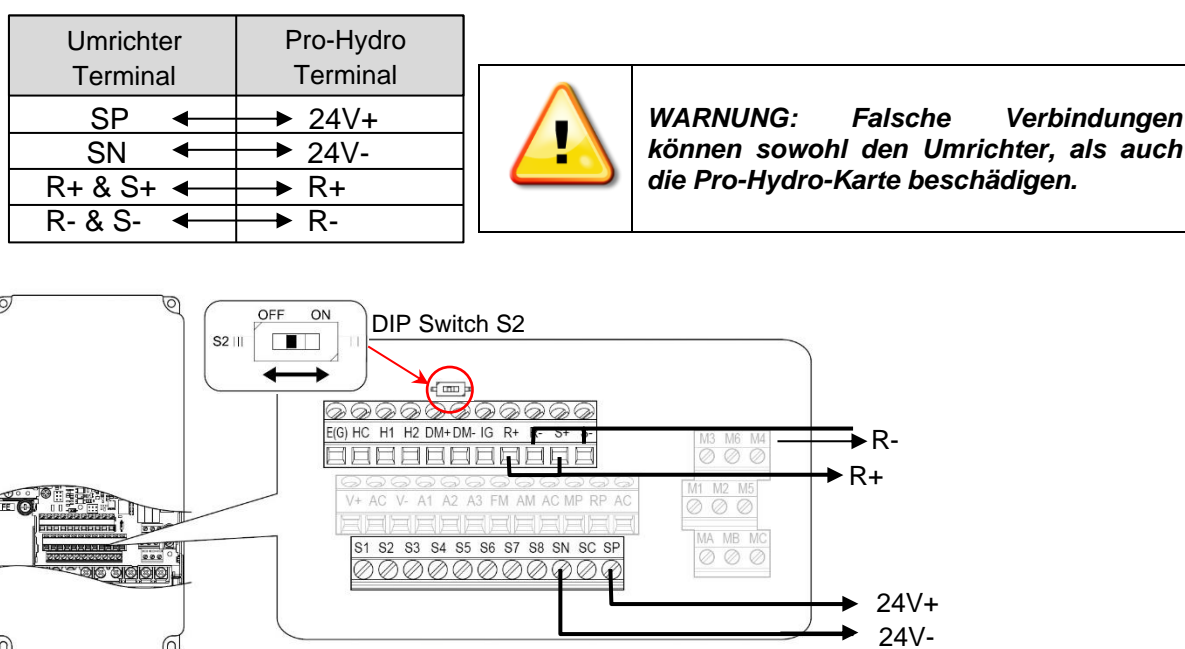

Abbildung 3.9: Verkabelung des L1000H Umrichters (Typ CIMR-LC4F##) mit der Pro-Hydro Karte
Schalten Sie den **DIP** Schalter **S2** auf **ON**, um den Abschlusswiderstand des Umrichters zu aktivieren, wenn die MEMOBUS/Modbus Kommunikation genutzt wird (**DIP** Schalter **S2** befindet sich direkt über den Verbindungsterminals, siehe Abbildung 3.9).
- Verbinden Sie die Terminals zwischen dem YASKAWA **L1000H** Umrichter und der **Pro-Hydro**-Karte entsprechend der Abbildung 3.9.